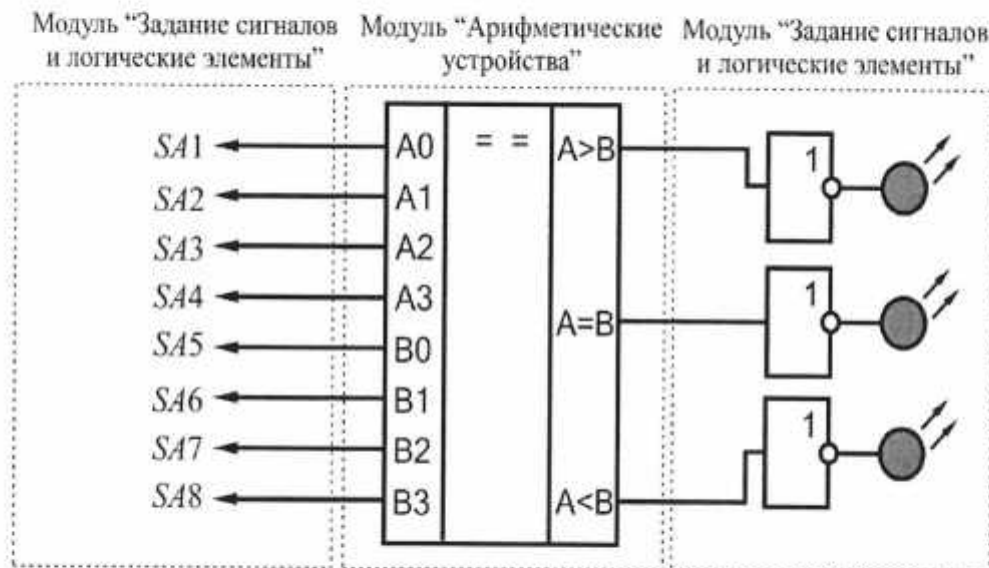

Рис. 13.8. Схема электрическая соединений лабораторных модулей для изучения работы цифрового компаратора
4. Согласно рис. 13.8 выполнить электрические соединения модулей для изучения работы цифрового компаратора. **Монтаж схемы производить при отключенных автоматических выключателях и переключателях питания.**
Состояния выходов $A > B$, $A < B$, $A = B$ контролировать при помощи светодиодов на выходе буферных элементов (рис. 13.8). Задавая различные комбинации логических уровней на входах $A0...A3$ и $B0...B3$ заполнить таблицу истинности цифрового компаратора (табл. 13.7).